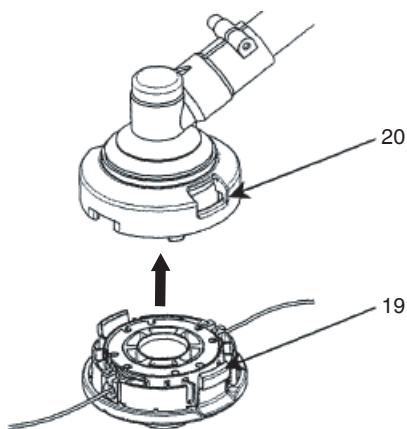

Fig. 25
- (6) Placez le couvercle sur le boîtier de façon à ce que les attaches de blocage (19) sur le boîtier rencontrent les longs bords (20) sur le couvercle. Ensuite, appuyez bien sur le boîtier jusqu'à ce qu'il s'enclenche. (Fig. 25)